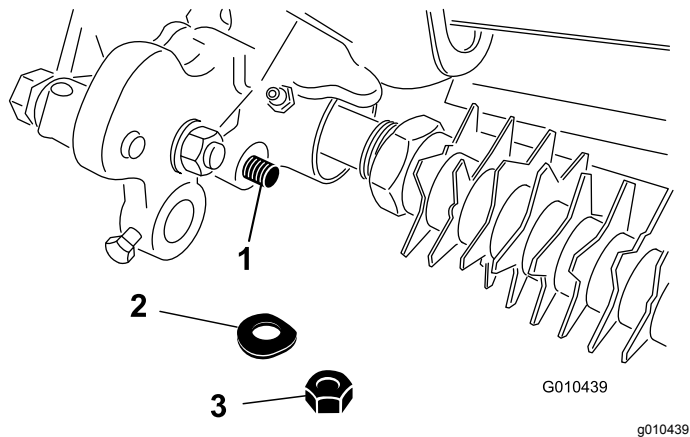

Figura 32
4. Retire la contratuerca y la arandela Belleville que sujetan el extremo de la varilla del brazo de ajuste de la altura de corte al conjunto de transmisión del groomer (Figura 32).